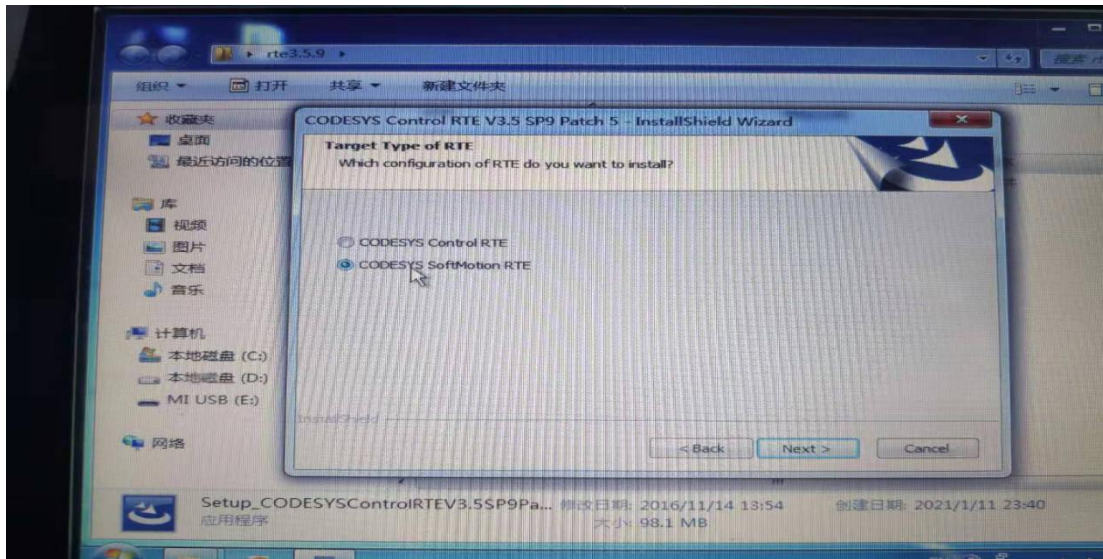

图 2-2-7 CodeSys RTE 安装步骤 7
7、出现图 2-2-7 窗口,选择“CodeSys Softmotion RTE”,点击“Next”;